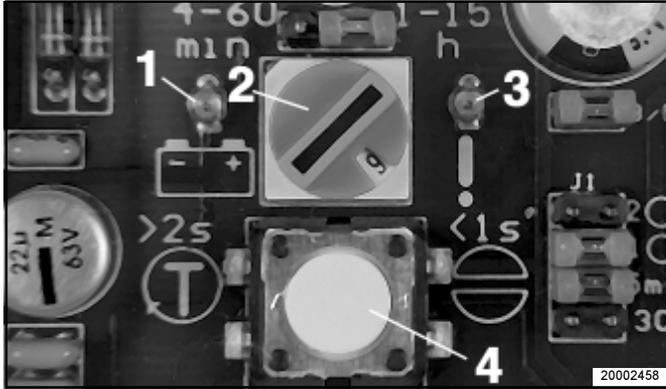

Fig. 15: LED de la plaque de circuits imprimés
Remarque: il est également possible d'acquitter un dérangement/de remettre le système à zéro et de déclencher un cycle de graissage supplémentaire en appuyant sur le bouton-poussoir de la plaque de circuits imprimés (Fig. 15).
Remarque: il est également possible d'acquitter un défaut/de remettre le système à zéro et de déclencher un cycle de graissage supplémentaire au moyen du bouton-poussoir de la plaquette de circuits imprimés (Fig. 15). Pour cela, appuyer sur le bouton-poussoir < 1 seconde / > 2 secondes. Condition préalable : le contact de la machine/ l'interrupteur d'allumage doit être en circuit.
- On peut vérifier que la plaque de circuits imprimés est sous tension au fait que la LED n° 1 (LED gauche, Fig. 15) est allumée.